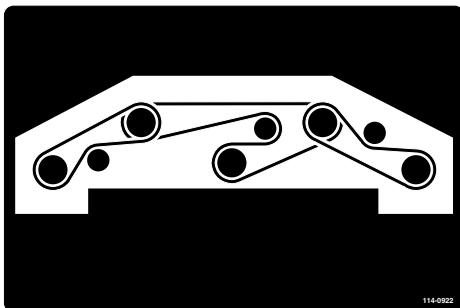

Figura 83
- Pase la correa nueva alrededor de las poleas de los ejes y del conjunto de la polea tensora (Figura 83).